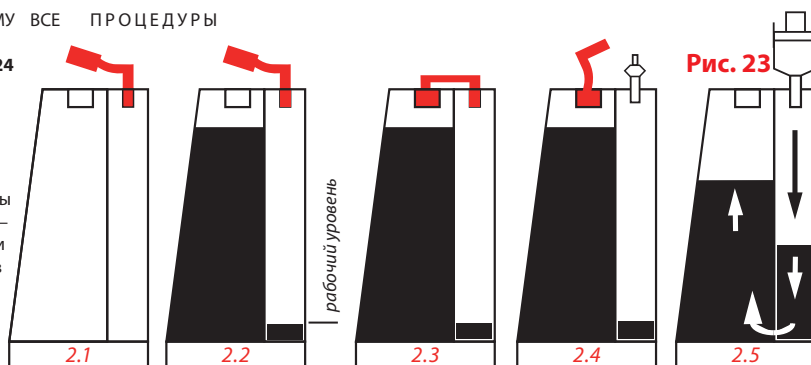

Рис. 23
Произведите заправку емкостей согласно Рис. 23, а именно:
4.5. Если случайно были открыты большие пробки на больших отсеках - уровень чернил в отсеках сравняется и для того чтобы вернуть уровень в рабочий режим нужно открыть обе пробки на емкости, вставить шприц с поднятым штоком в маленькое отверстие. Впускает воздух в малый отсек, перегонит чернила в большой отсек емкости и после этого закройте большое отверстие (Рис.23, изображение 4.5.);